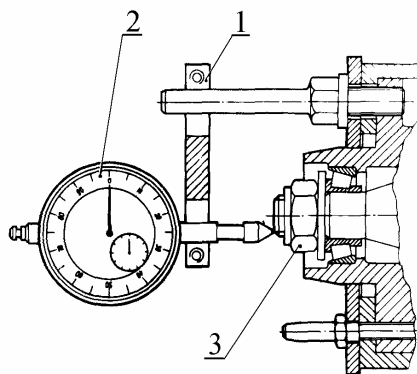

Рис.1 Замер осевого зазора в ступице переднего колеса заднеприводного автомобиля:
1.5 Установить на ступицу приспособление 1, рис.1, с индикатором 2 для замера осевого зазора в подшипниках ступицы переднего колеса. Упереть ножку индикатора в торец цапфы поворотного кулака и выставить шкалу индикатора в положение "0" (приспособление 67.7834-9540).